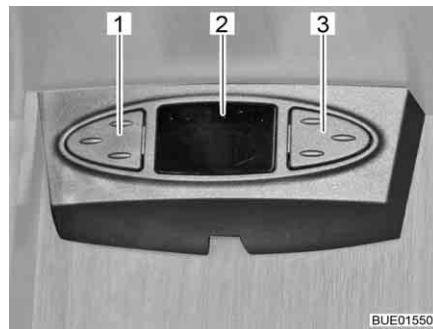

Fig. 56 Ratón satélite
Según el modelo, la instalación de antena parabólica estará equipada con un ratón satélite. La visualización (Fig. 56,2) del ratón satélite indicará el canal ajustado. Con las dos teclas se pueden manejar las funciones básicas de la instalación de antena parabólica (cambiar de programa, conectar/desconectar).
- Seleccionar el programa anterior de la lista de programas: Pulsar la tecla izquierda (Fig. 56,1).
- Seleccionar el programa siguiente de la lista de programas: Pulsar la tecla derecha (Fig. 56,3).
- Cambiar de radio a televisión y viceversa: Pulsar las teclas (Fig. 56,1 y Fig. 56,3) brevemente al mismo tiempo.
- Conectar/desconectar el receptor: Pulsar las teclas (Fig. 56,1 y Fig. 56,3) al mismo tiempo y mantenerlas pulsadas.